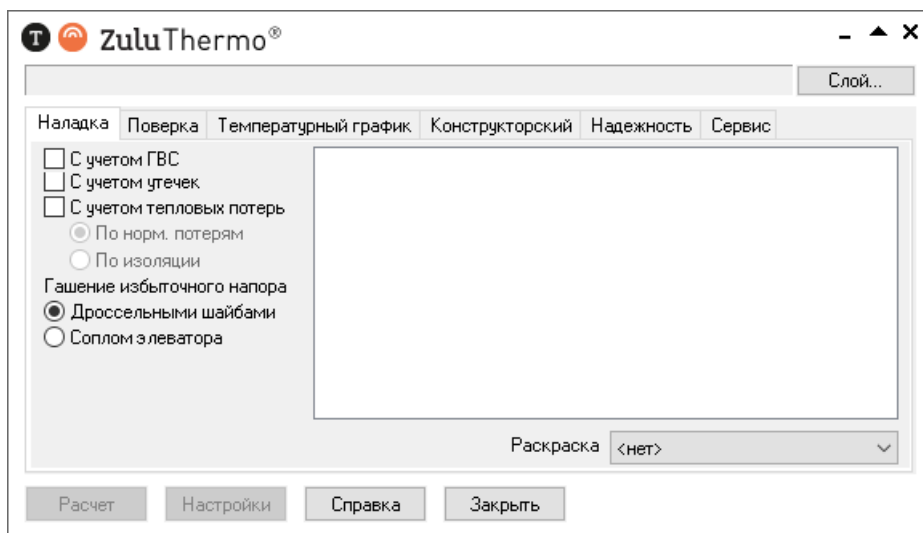

**Рисунок 10.2. Вкладка «Наладка»
1. Выполните команду главного меню Задачи|ZuluThermo или нажмите кнопку  панели инструментов. Откроется диалог теплогидравлических расчетов (смотрите Рисунок 10.2, «Вкладка «Наладка» диалога теплогидравлических расчетов»).